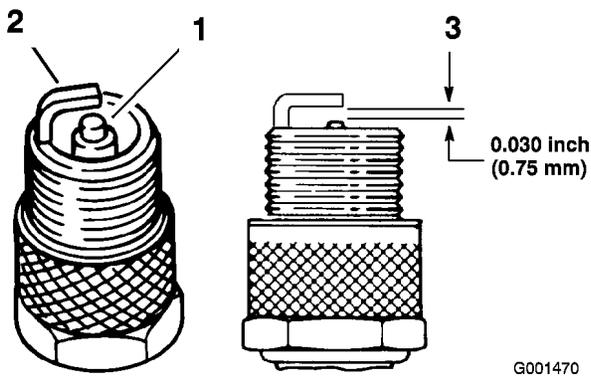

Figura 37
1. Mire la parte central de las bujías (Figura 37). Si se observa un color gris o marrón claro en el aislante, el motor está funcionando correctamente. Si el aislante aparece de color negro, significa que el limpiador de aire está sucio.
3. Compruebe la separación entre los electrodos central y lateral (Figura 37). Si la distancia no es correcta, doble el electrodo lateral (Figura 37).
3. Conecte los cables a las bujías (Figura 37).